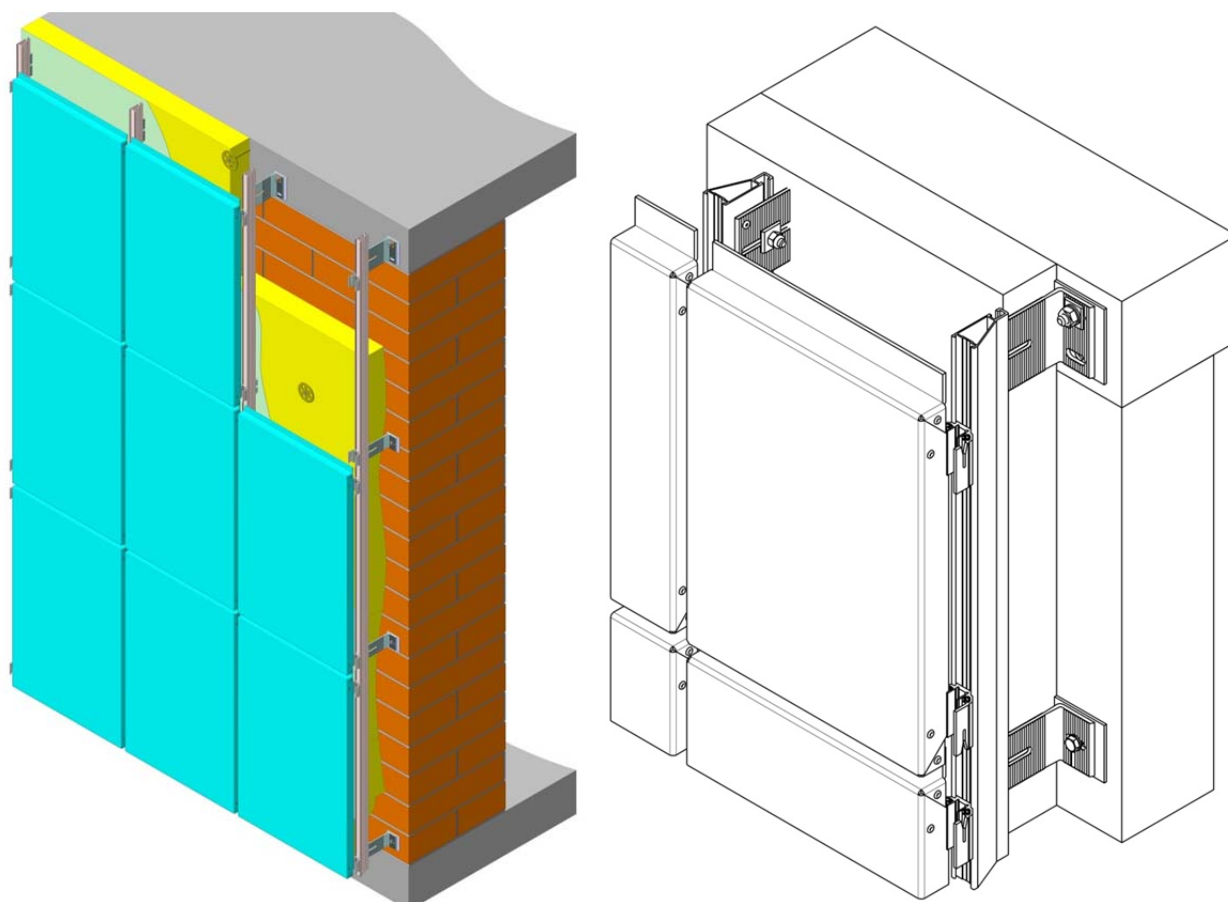

Рис.4 Система СФТО-Г1-30.11 – стандартная.
2. **СФТО-Г1-30.11** - Система для закрепления навесных алюминиевых и композитных кассет через **кассетные салазки, стандартные стойки, крепежный элемент М8 и Г-подобные кронштейны** на стенах и плитах перекрытия здания (см. рис.4).
Система СФТО-Г1-30.11 (стандартная, см. рис.4)